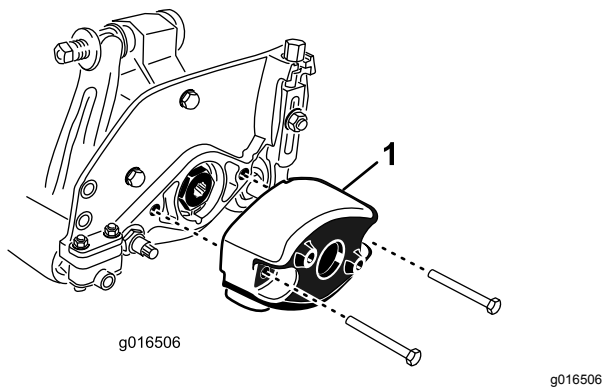

図 9
1. カウンタウエイトをカッピングユニットの左側に固定しているボルト2本を外す。カウンタウエイトを取り外す **図 9**。
5. カuttingユニット右側で、カウンタウェイトのOリングに薄くオイルを塗り、先ほど取り外したボルトを使ってウェイトをCuttingユニットに取り付ける図 9。ボルトを16-20 N・m 3.7-4.6 kg・m = 12-15 ft-lbにトルク締めする。